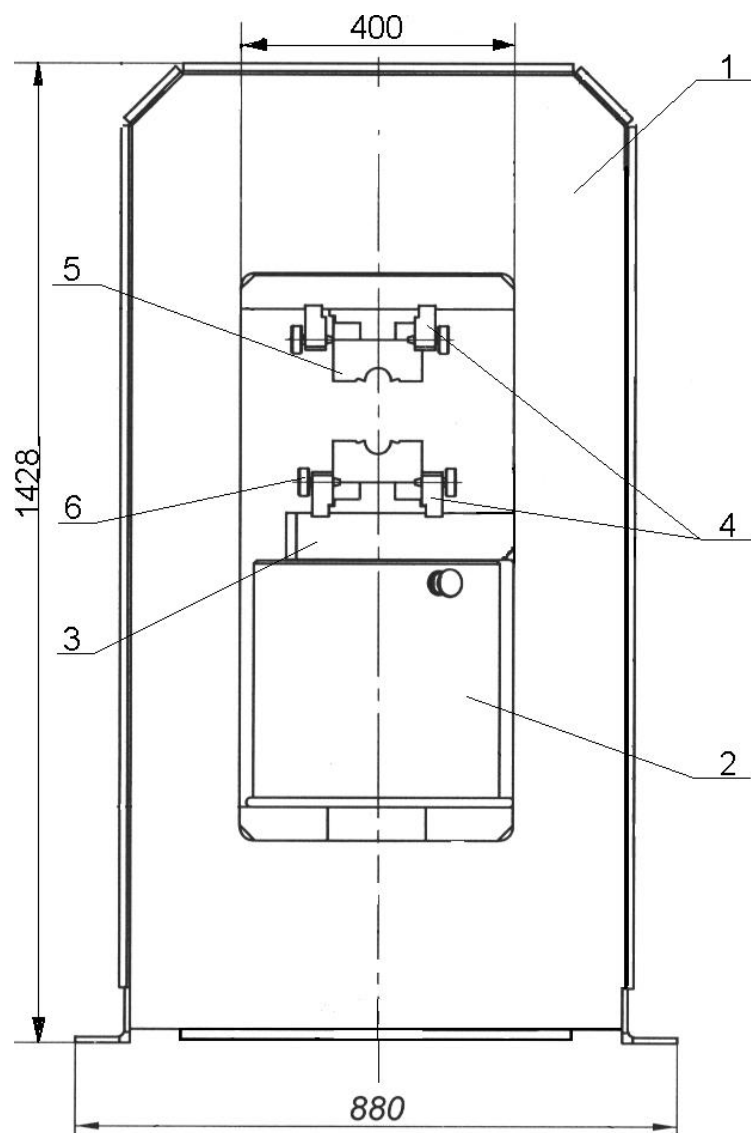

Рис. 1
3.1. Устройство пресса показано на рис. 1.